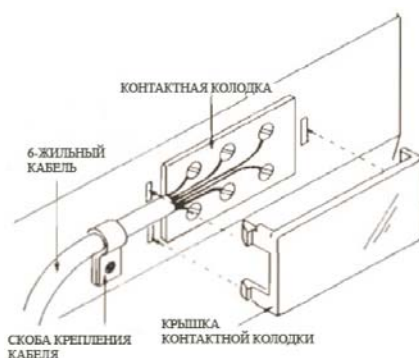

Рисунок 2
- (1) Подсоедините каждый провод кабеля к клемме на тыльной стороне устройства поворота. Запишите, провод какого цвета к какой клемме подключен.
- (2) Сверяясь с вашими записями подключения проводов к устройству поворота, подсоедините провода к клеммам на тыльной стороне устройства управления (Рис. 2) так, чтобы провод одного цвета соединял на поворотном и управляющем устройствах клеммы с одинаковыми номерами, т.е. 1и 1, 2 и 2 и т.д.
- (3) Убедитесь, что переключатель СЕТЬ (POWER) на устройстве управления находится в положении ВЫКЛ (OFF), и включите питающий шнур в сеть переменного тока.
- (4) Включите переключатель СЕТЬ (POWER). Должна засветиться контрольная лампочка, а при вращении ручки регулятора должна засветиться лампочка индикатора работы, а устройство поворота должно начать движение в ту же сторону, куда вращается регулятор. Проверьте работу